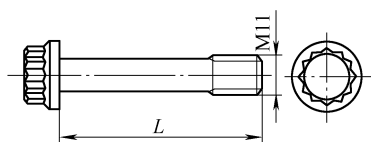

图 10-30 检查螺栓长度
- 如果伸长螺栓的最大长度 L 超过 53.6mm 则更换, 如图 10-30 所示。